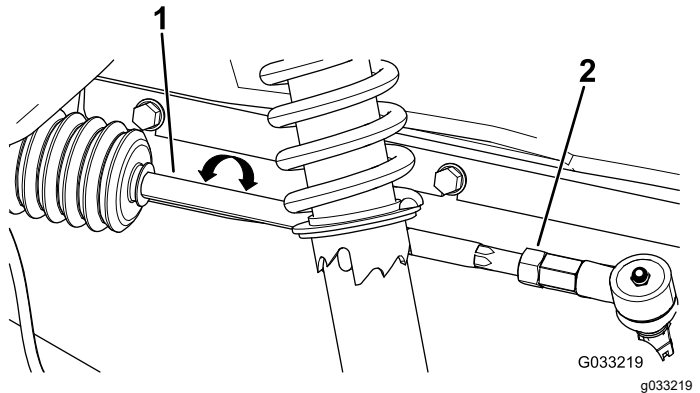

Figura 47
2. Si la distancia no es de 0–6 mm (0–¼"), afloje las contratuercas en el extremo exterior de las bielas (Figura 47).